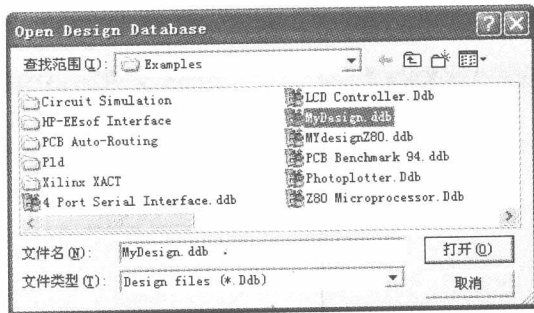

图 1-18 “Open Design Database” 对话框
- 启动 Protel 99 SE 系统后，执行菜单命令“File”→“Open”，打开如图 1-18 所示的对话框。在“文件类型”中选择“*Ddb”文件类型，选择设计任务文件，单击 **打开** 按钮，将设计任务打开。
- 在主工具栏中单击  图标，打开如图 1-18 所示的“Open Design Database”对话框，选择设计任务文件，双击便可打开。
(2) 关闭设计任务